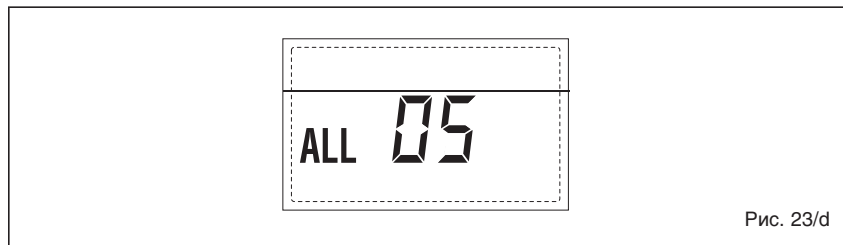

Рис. 23/d
– БЛОКИРОВКА ПЛАМЕНИ «ТРЕВ. 06» (рис. 23/e)